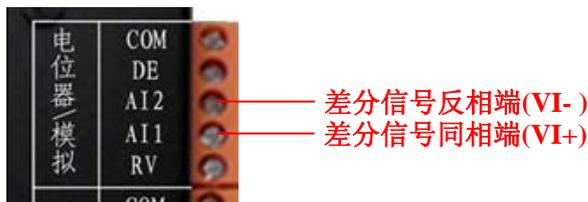

图 2.17 差分信号接线方法
-5V~+5V差分信号调速(如何配置调速方式见2.1.4小节)的接法如图 2.17所示。其中, DE 为使能信号, 可接, 也可不接; DE与COM接一起时, 电机停转。AI1 和AI2 分别为-5V~+5V 差分模拟信号同相端和反相端, 用于电机调速; 当AI1-AI2>0 时, 电机正转; 当AI1-AI2<0 时, 电机反转; 当AI1=AI2 时, 电机停转。